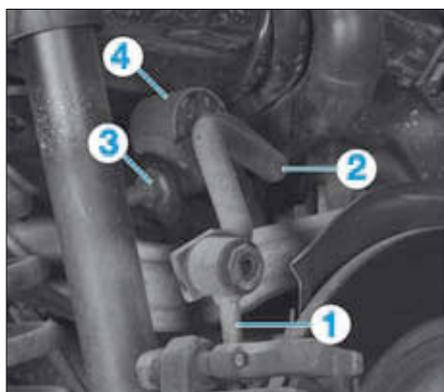

FIG. 28
- déposer l'écrou (3) fixant le palier de barre stabilisatrice (4) à l'essieu arrière (Fig.28).